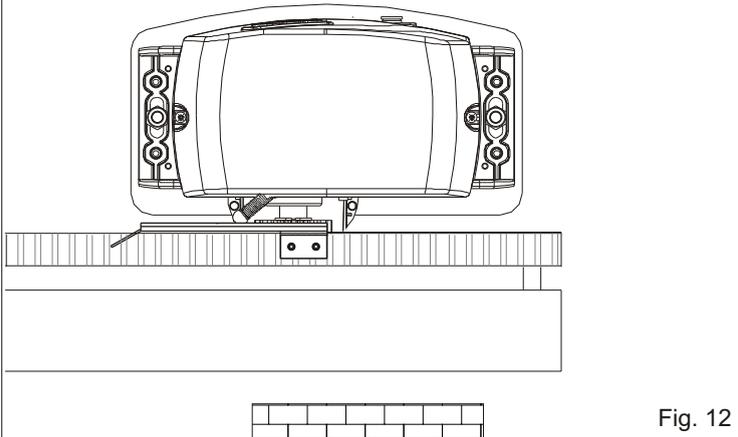
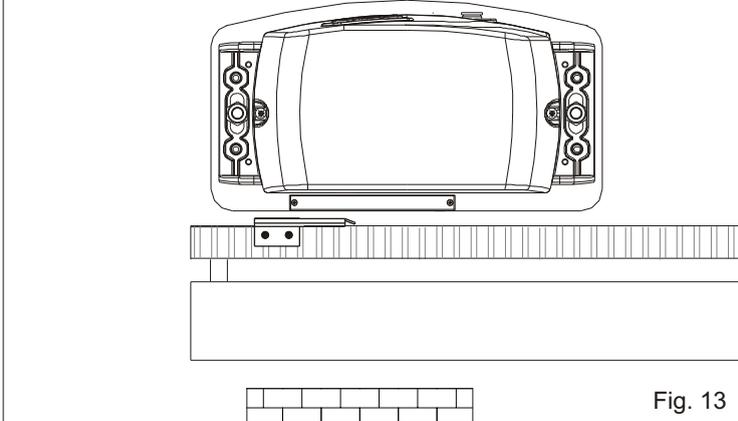

Fig. 12
Fig. 13
- Posicionar la plaquita sobre la cremallera en modo de tener el final de carrera (palanquita en caso de final de carrera mecanico (Fig. 12); flechitas de indicacion puestas y en caso de final de carrera inductivo (Fig. 13)) en correspondencia con el punto X que se encuentra a 50 mm del lado doblado de la plaquita (fig. 14) y fijarla con los tornillos en dotacion (Fig. 15).